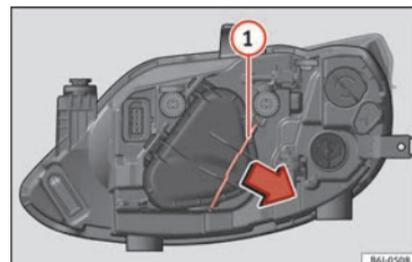

Fig. 94 Farol simples.
- Desloque o tirante » Fig. 94 ① no sentido da seta e puxe a tampa.